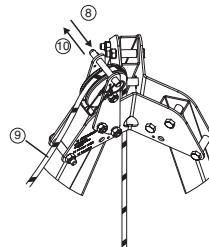

Fig. 10
8. Togliere il perno che si trova al di sopra della puleggia di rinvio nella parte superiore del treppiede tracpode (Fig. 10, 8).
9. Passare la fune dell'apparecchio Derope™ attorno alla puleggia di rinvio (Fig. 10, 9).
10. Riposizionare il perno per impedire che la fune esca dalla puleggia di rinvio (Fig. 10, 10).